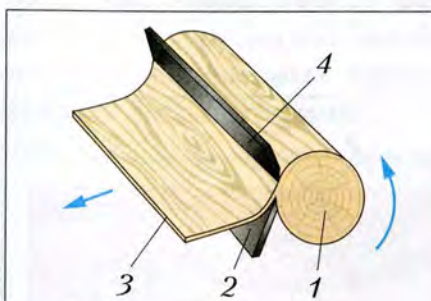

Рис. 7. Получение лущёного шпона: 1 – бревно; 2 – лущильный нож; 3 – лента шпона; 4 – прижимная линейка
*Шпон* – это тонкие слои древесины. Его получают на специальных станках: специальный нож срезает с поверхности вращающегося бревна тонкий слой древесины. Этот процесс называют лущением (рис. 7). *Фанера* – это древесный материал, полученный путём склеивания трёх и более тонких листов шпона. Для получения фанеры используют древесину берёзы, ольхи, бука, сосны.